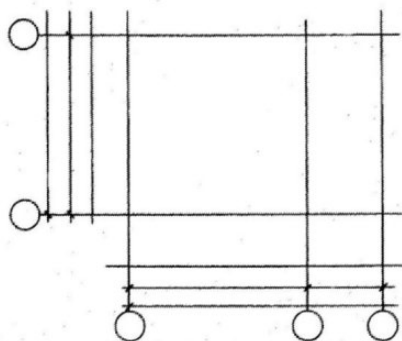

Рис.1 - Вычерчивание разбивочных координационных осей
**Задания:** 1) Прочитать и изучить предложенный вариант чертежа здания. 2) Выбрать формат (ГОСТ 2.301-68), вычертить рамку и основную надпись (ГОСТ 21.101-97), выбрать масштаб (ГОСТ 2.303-68). 3) Выполнить компоновку поля чертежа, с учётом всех надписей, размерных линий и маркировочных кружков. 4) Вычертить план здания (ГОСТ 21.101-97), начав с нанесения продольных и поперечных разбивочных координационных осей (рисунок 1).